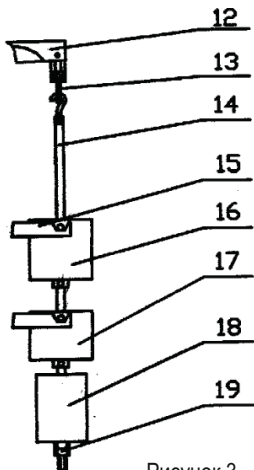

Рисунок 3
4. Установка грузов (рисунок 3)